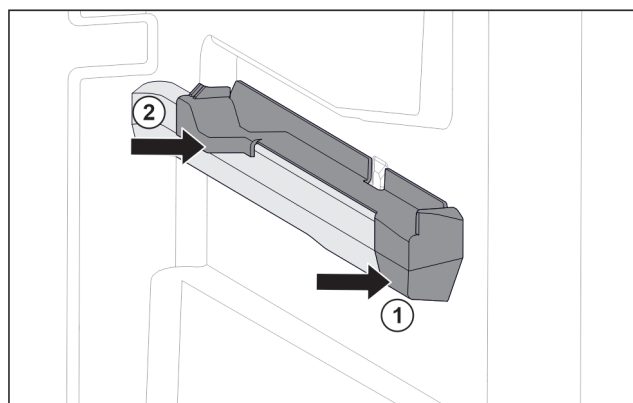

Fig. 85 右侧容器肋梁上的插装件
- ▶ 将插装件前部放到容器肋梁上。 Fig. 85 (1)
- ▶ 压紧插装件后部。 Fig. 85 (2)